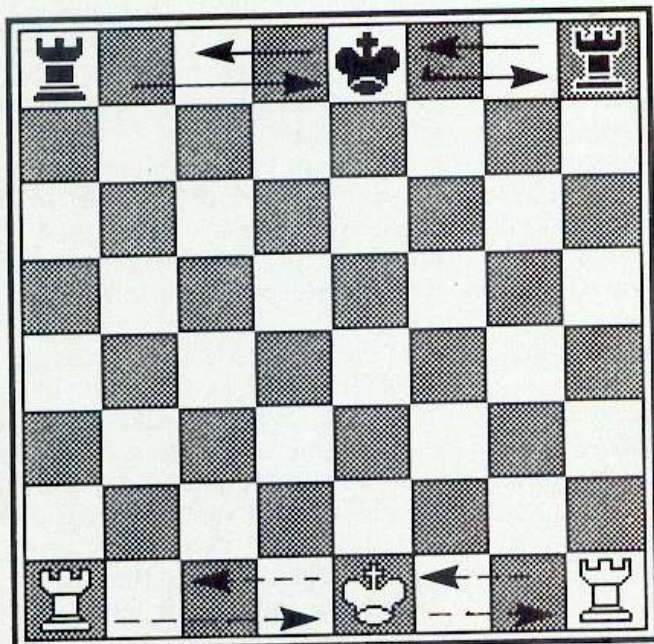

Figura 13.
- **patta per stallo:** l'impossibilità da parte di un giocatore di eseguire una mossa regolare genera una patta d'autorità detta stallo. In questa condizione il re non deve trovarsi sotto scacco, altrimenti il fatto che egli non possa giocare una mossa regolare significherebbe lo scacco matto. La **figura 13** illustra lo stallo: il re nero per muoversi dovrebbe incorrere in una irregolarità e gli altri pezzi sono tutti bloccati. In questa situazione, la partita è dichiarata patta.